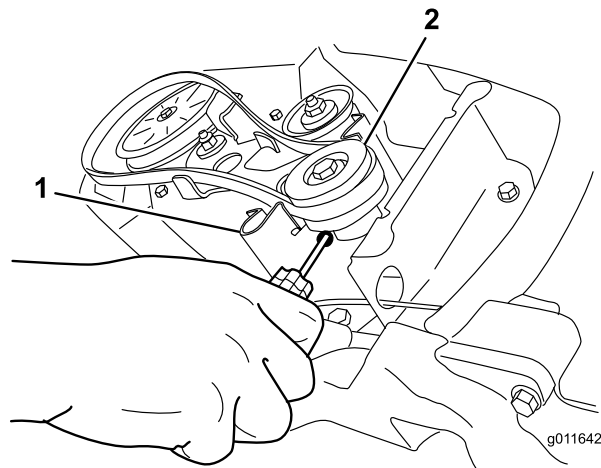

Figure 34
5. Insérez un tournevis dans le trou du guide de courroie, comme illustré à la Figure 34, et fléchissez le guide vers la poulie suffisamment pour permettre à la courroie de passer.